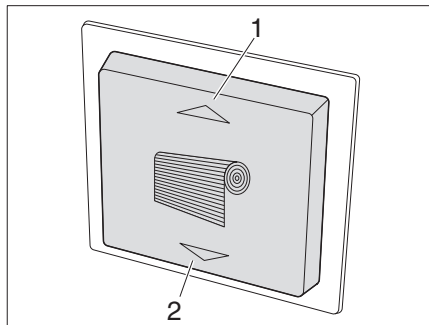
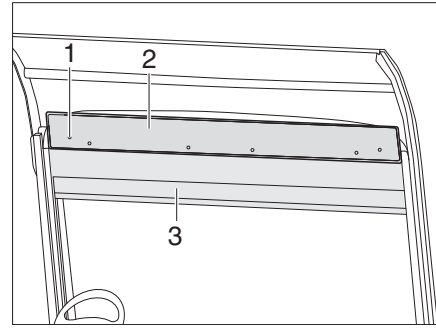

Fig. 77 Interrupteur pour pare-brise
Fig. 79 Fonction d'urgence du store
- Appuyer sur la touche (Fig. 77/2). Le store (Fig. 79/3) pour le pare-brise s'abaisse.
- Appuyer sur la touche (Fig. 77/1). Le store (Fig. 79/3) pour le pare-brise se lève.
- Dévisser les 6 vis (Fig. 79/1) du caisson inférieur et enlever le cache (Fig. 79/2).
- Accrocher la manivelle à l'un des deux moteurs et remonter ou abaisser le store (Fig. 79/3).